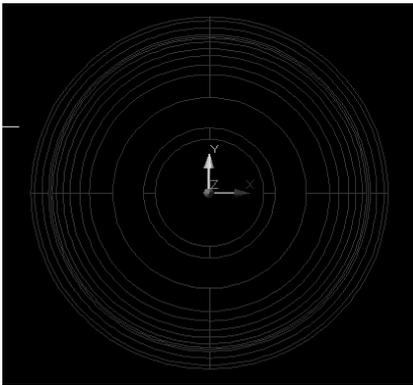

Рисунок 5.4
– установить текущую плоскость редактирования перпендикулярно оси вращения колеса при помощи команды **Сервис /Новая ПСК / Зось** (рисунок 5.4);
– выполнить построение вспомогательных окружностей (см. рисунок 5.4):